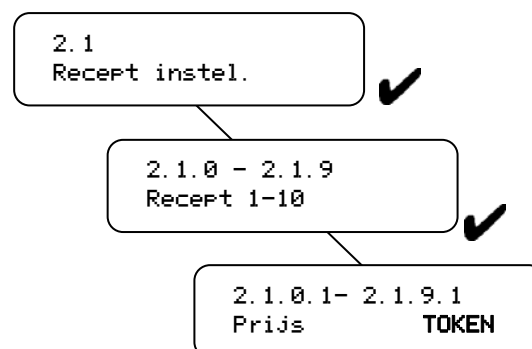

Fig. 25
- Stel Prijs (fig. 25) TOKEN in bij menu item 2.1.0.1 t/m 2.1.9.1 **en** blokkeer de € 0,05 t/m 2,00 d.m.v. de DIL schakelaars op het muntmechanisme en m.b.v. onderstaande tabel